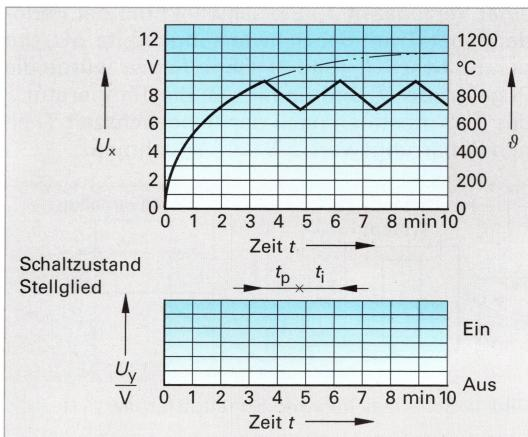

Bild 2: Schaltverhalten eines ZPR
- Ein invertierender Zweipunktregler (**Bild 2**, vorhergehende Seite) hat die Sollspannung $U_w = -6 \text{ V}$ und wird mit $U_b = U_{y\max} = \pm 15 \text{ V}$ versorgt. a) Berechnen Sie U_o , U_u und ΔU_x . b) Zeichnen Sie die Kennlinie $U_y = f(U_x)$.
- Ein Tauchbad für das Aluminieren von Blechen verwendet einen Messwandler mit linearer Kennlinie, der bei einer Temperatur von 100°C die Spannung 1 V abgibt. a) Entnehmen Sie den unteren und den oberen Temperaturwert des ZPR (**Bild 2**). b) Wie groß ist der verwendete Sollwert? c) Welche Schaltdifferenz (Hysteresis) weist der Regler auf? d) Ermitteln Sie die Einschaltzeit t_i und die Pausenzeit t_p im stationären Zustand (**Bild 2**). e) Zeichnen Sie anhand Bild 2 ein Diagramm für die Schaltzustände mit der Einschaltzeit t_i und der Pausenzeit t_p .